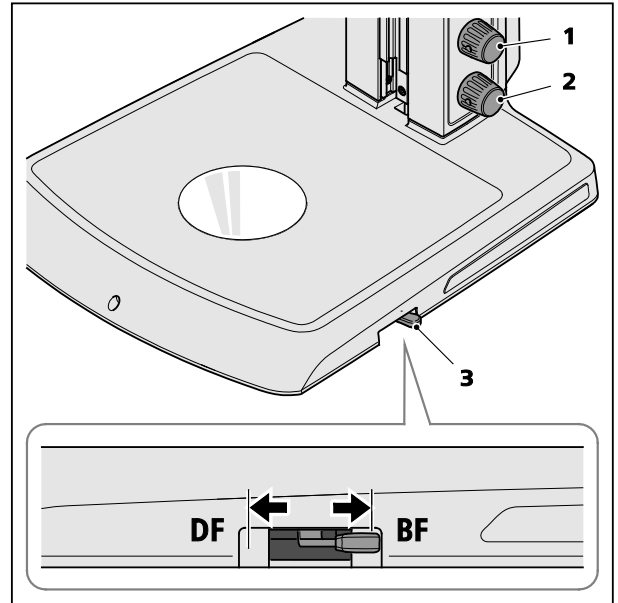

Fig. 4 Manejo del módulo diascópico
- Encender la iluminación diascópica presionando el botón giratorio inferior (Fig. 4/2) y ajustar su intensidad girándolo.
- Desplazando la palanca (Fig. 4/3) conmutar entre las posiciones de iluminación de campo claro (BF) y de campo oscuro general (DF).
Pulsando/girando el botón superior de iluminación (Fig. 4/1) se puede agregar variablemente luz episcópica a la luz diascópica ajustada.